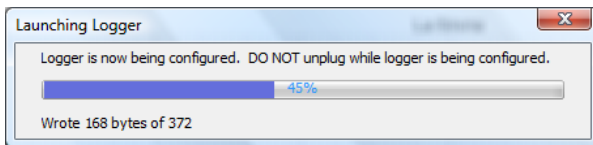

Figura 3. Ventana mostrando la inicialización del logger
5.1.3 Se hace click en Launch. El programa activará el equipo. Ver figura 3.